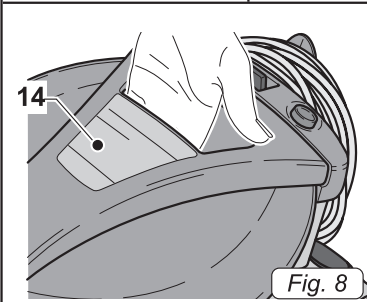

Fig. 8
- Чтобы поднять пылесос, нужно взяться рукой за специальную рукоятку (14, Рис. 8), расположенную в верхней части крышки.